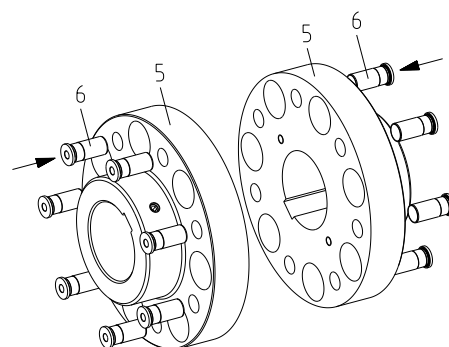

Fig. 13
- Enfoncer les douilles (composant 6) dans les alésages du moyeu (composant 5) en les frappant avec un marteau doux et/ou refroidir les douilles au réfrigérateur ou à l'azote avant le montage (voir fig. 13).